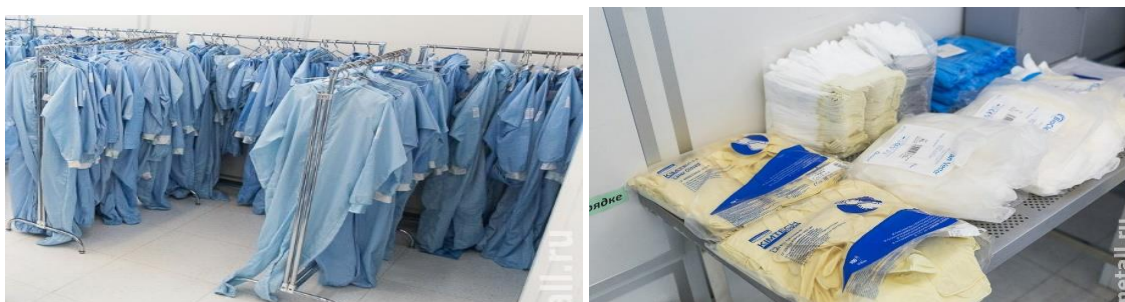

Рисунок 17 – Наличие специализированной одежды в лаборатории
- Наличие халатов, шапочек, бахил, перчаток (рисунок 17).